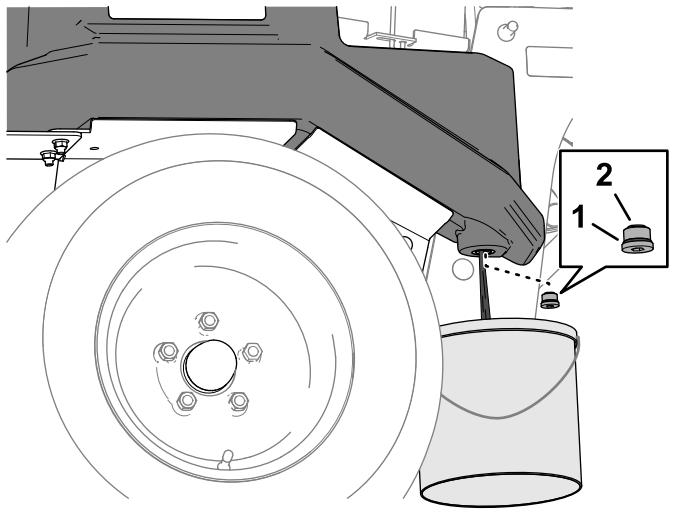

Figure 95
3. Placez un bac de vidange de 30 litres (8 gallons américains) ou plus sous le coin avant du réservoir de liquide hydraulique (Figure 95).